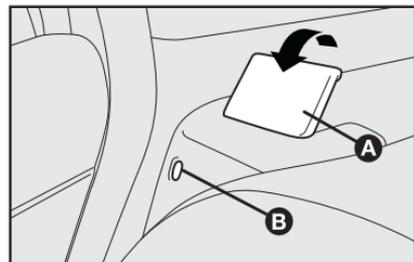

fig. 92
- levantar a alavanca **A-fig. 92** de retenção do encosto e incline este último para frente. O levantamento da alavanca é evidenciado por uma “faixa vermelha” **B**.